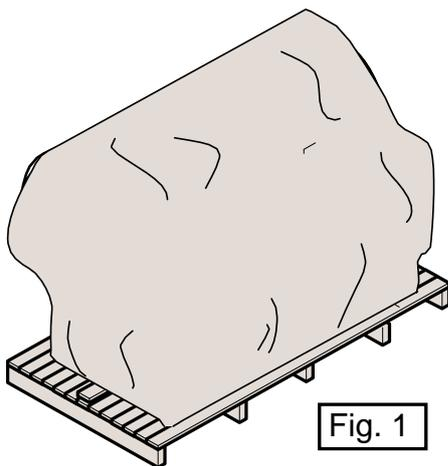

Fig. 1
- ◆ Plataforma o palé (fig. 1)